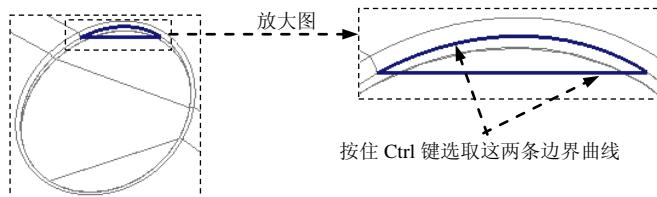

图 21.25 操作步骤
(1) 单击 **模型** 功能选项卡中的 **切口和曲面** 按钮，在系统弹出的菜单中依次单击 **曲面** **边界混合**。系统弹出“边界混合”操控板。
(2) 定义边界曲线。按住 Ctrl 键，依次选取图 21.25 所示的两条边界曲线。
(3) 在操控板中单击 按钮，完成边界曲面的创建。